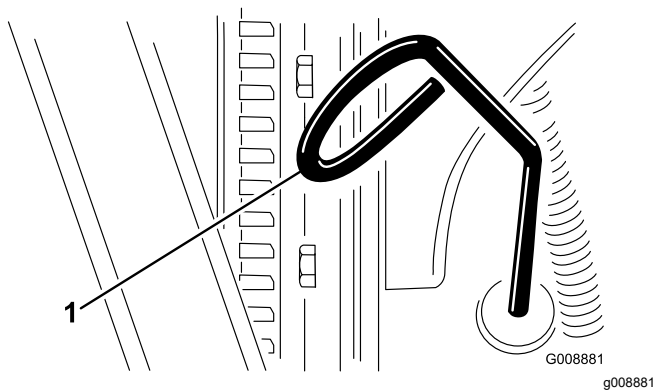

Figure 52
2. Retirez la jauge (Figure 52) et essuyez-la sur un chiffon propre.